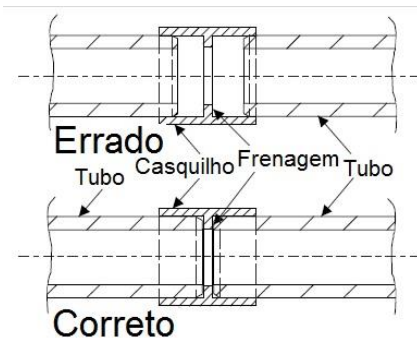

Fig. 22 Junção dos tubos
- As secções de tubo individuais são ligadas umas às outras com conexões. Dependendo do material do tubo usado, colagem, conforme descrito nas secções 5.5.2 e 5.5.3 ou pressurizado como descrito na secção 5.5.4, é usada. Os tubos são empurrados para as conexões para a frenagem, **Fig. 22**.